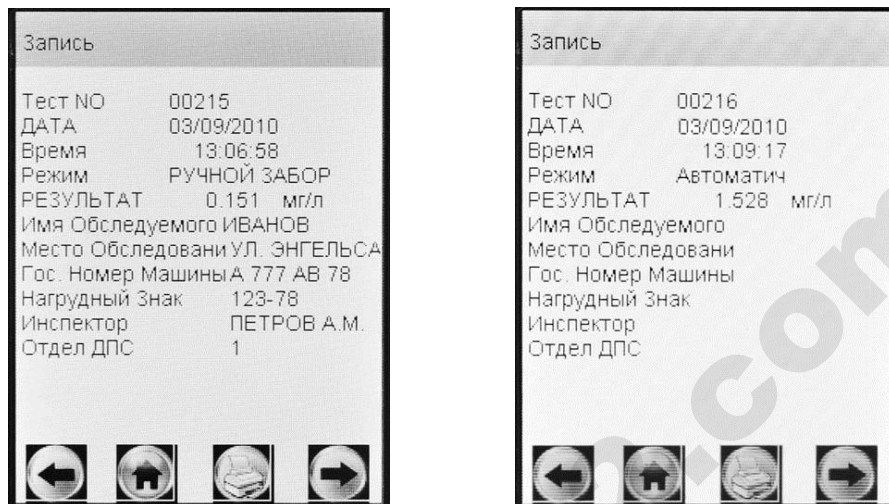

Рисунок 25 – Просмотр памяти
На сенсорном экране появится окно «Запись» с протоколом последнего измерения (рисунок 25).
2.12.2 Если измерения производились в режиме измерения с вводом данных, результаты измерения хранятся в памяти совместно с автоматически сохраняемыми данными (дата, время и т.д.) и с данными, введенными в предназначенные для заполнения поля (рисунок 25, слева).
2.12.3 Если измерения производились в режиме измерения без ввода данных, в памяти хранятся только результаты измерения совместно с автоматически сохраняемыми данными (рисунок 25, справа).
– находясь в окне «**Запись**» (рисунок 25), нажмите на кнопочной клавиатуре анализатора клавишу ; на экране появится окно перехода к требуемому протоколу (рисунок 26);